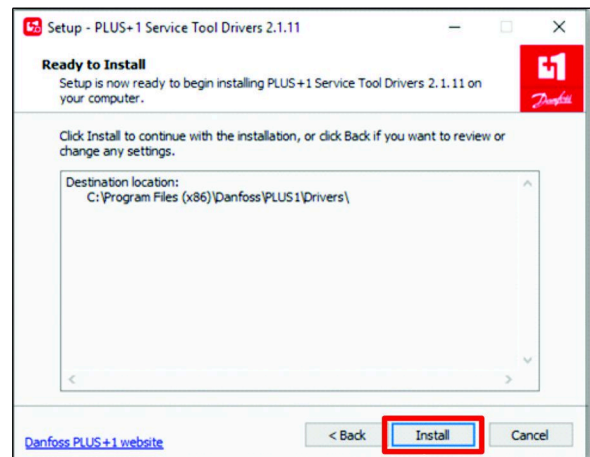

Bild 30
2. Klicken Sie im Dialogfeld „Bereit zur Installation“ auf die Taste INSTALLIEREN (Bild 30).